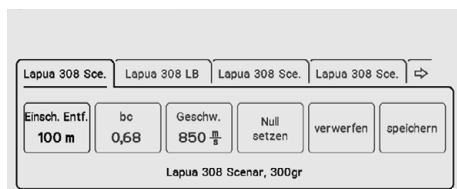

Abb. 5
5. Um in das Menü zur Konfiguration der Munition (Abb. 5) zu wechseln: Ein-/Ausschalttaste (3/1) erneut kurz drücken.